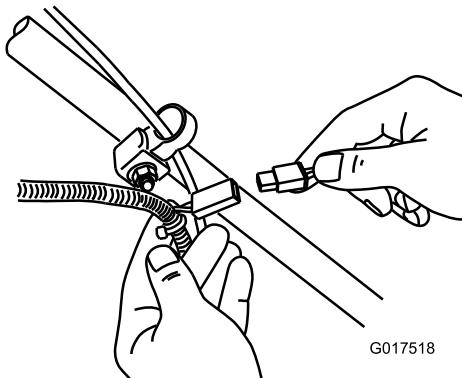

Рисунок 33
- Подсоедините зарядное устройство к жгуту проводки, расположенному под ключом зажигания (Рисунок 33).